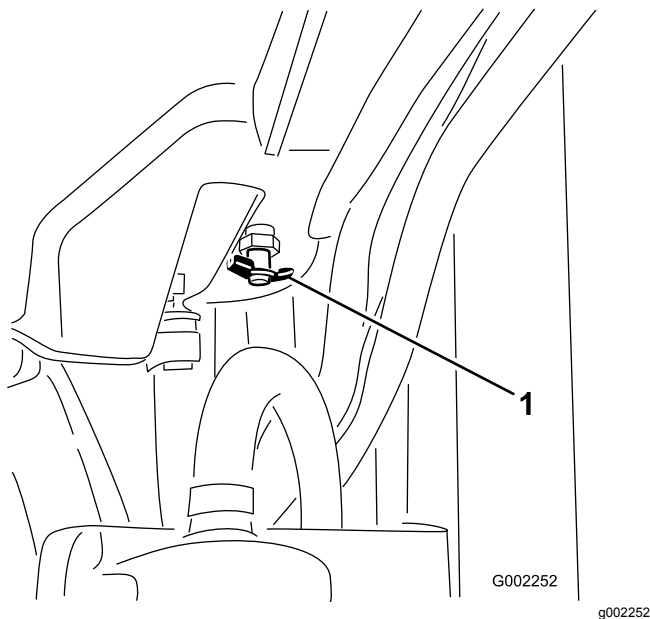

Рисунок 87
4. Откройте сливной клапан и слейте охлаждающую жидкость в сливной поддон (Рисунок 87).
5. Закройте сливной клапан (Рисунок 87).